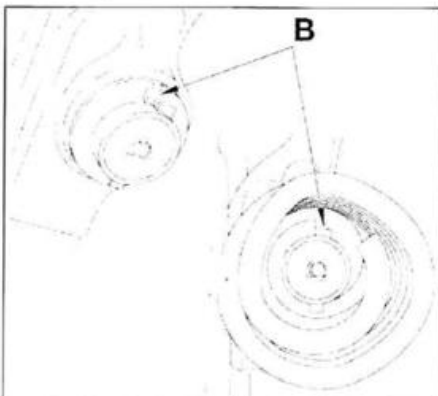

FIG. 29
- posicionar el tope "B" de la copela superior del muelle de suspensión hacia la parte delantera del vehículo (fig. 29).